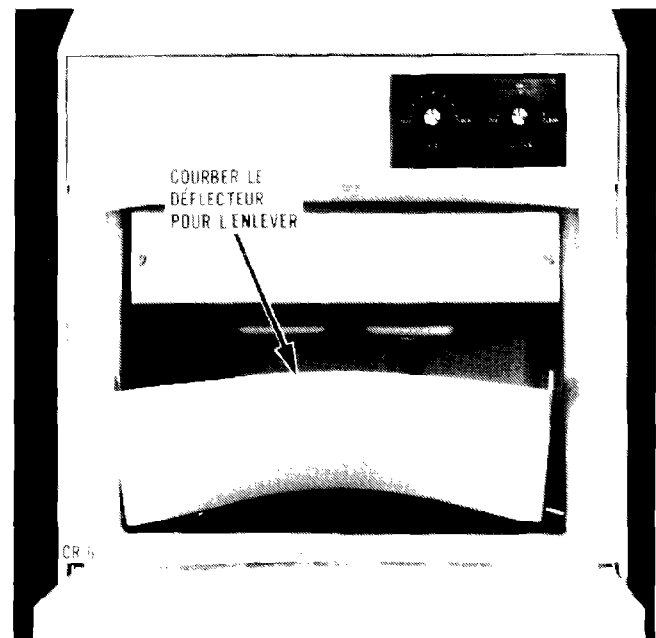

FIGURE 6
11. Enlever le déflecteur à glace (fig. 6).